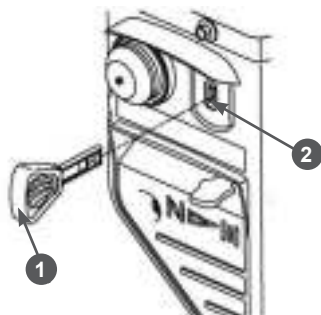

Рис. 32 Установка ключа выключателя зажигания
- Вставьте ключ 1 в гнездо 2 выключателя зажигания (Рис. 32).
При возникновении аварийной ситуации, для экстренной остановки двигателя извлеките ключ из гнезда выключателя зажигания (Рис. 32).
- Извлеките ключ из гнезда выключателя зажигания (Рис. 32).